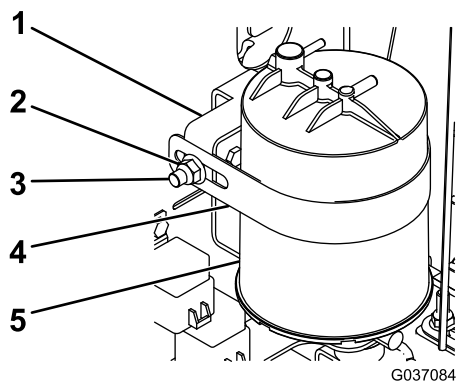

Figura 5
4. Fissate il canister a carboni attivi alla staffa utilizzando la cinghia del canister e 2 bulloni a testa tonda e dadi flangiati (3/8") come illustrato nella Figura 5.